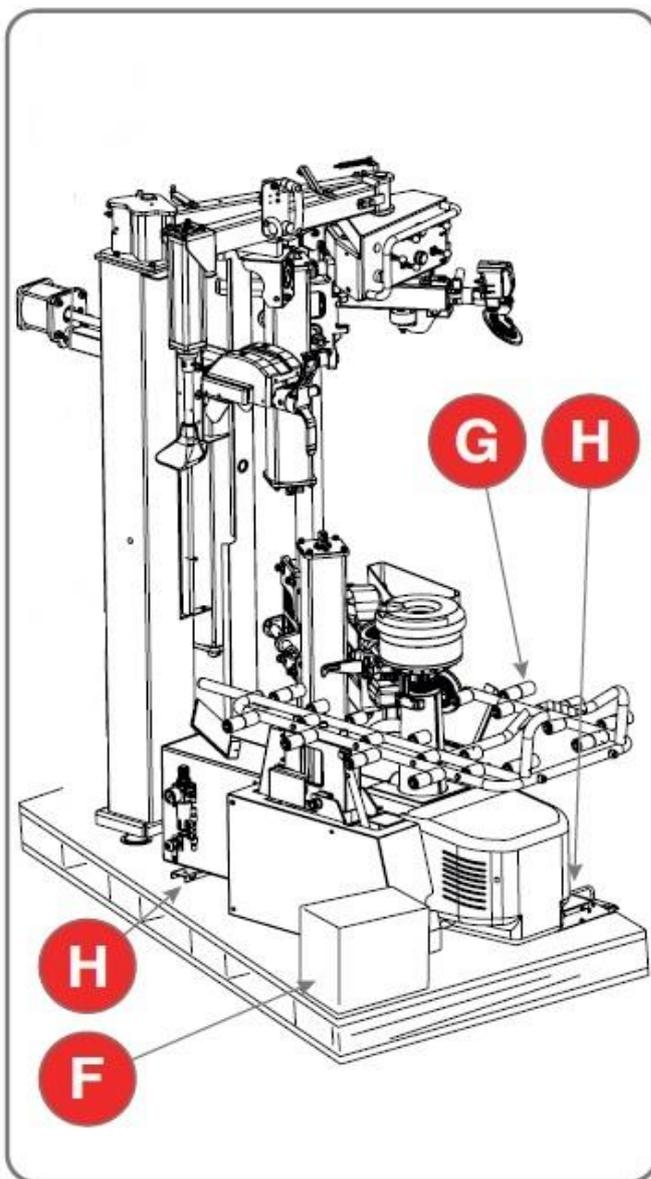

図3.1
パレットに固定するためのポイント(図 3.1 H)を確認します。
- ・ 固定脚からボルトを取り外します (図 3.1 H)。